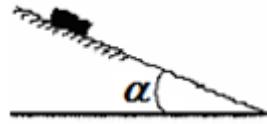

Рисунок 24
2. По наклонной плоскости из состояния покоя начинает скользить тело массой $m = 1$ кг (рисунок 24). Коэффициент трения скольжения $f = 0,1$. Определить закон движения точки, если угол $\alpha = 30^\circ$.